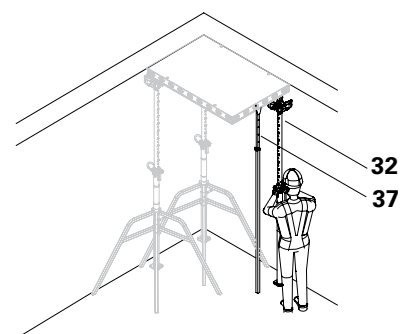

Fig. D2.04
5. Inserire in obliquo il terzo puntello con la testa d'appoggio DFH (32) alla fine del pannello, quindi spingerlo verso l'esterno per metterlo a piombo. Distanza 1,20 m. (Fig. D2.04)